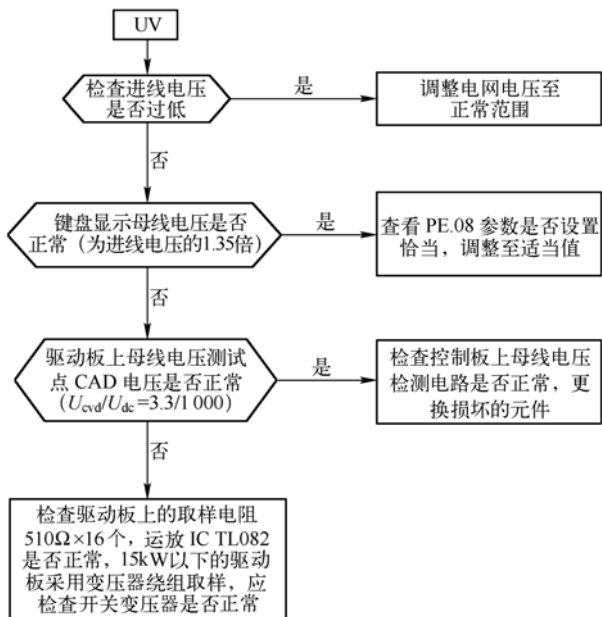

图 8-27 母线电压低 UV 故障诊断流程
- (1) 检查进线电压是否过低或电源电压波动过大，若是，调整电网电压至正常范围。
- (2) 查看键盘显示直流母线电压是否正常（应为进线电压的 1.35 倍），检查 PE.08 电压等级设置是否正确，若不是标准电压，应调整至适当电压。
- (3) 检查驱动板上母线电压测试点 CVD 电压是否正常 ( $U_{cvd}/U_{dc}=3.3/1\ 000$ )，检查控制板上母线电压检测电路是否正常，若不正常更换相应的损坏元件。
- (4) 对 15kW 以下的机器检测开关变压器是否正常，损坏的器件应予以更换。
- 母线电压低 UV 故障诊断流程如图 8-27 所示。